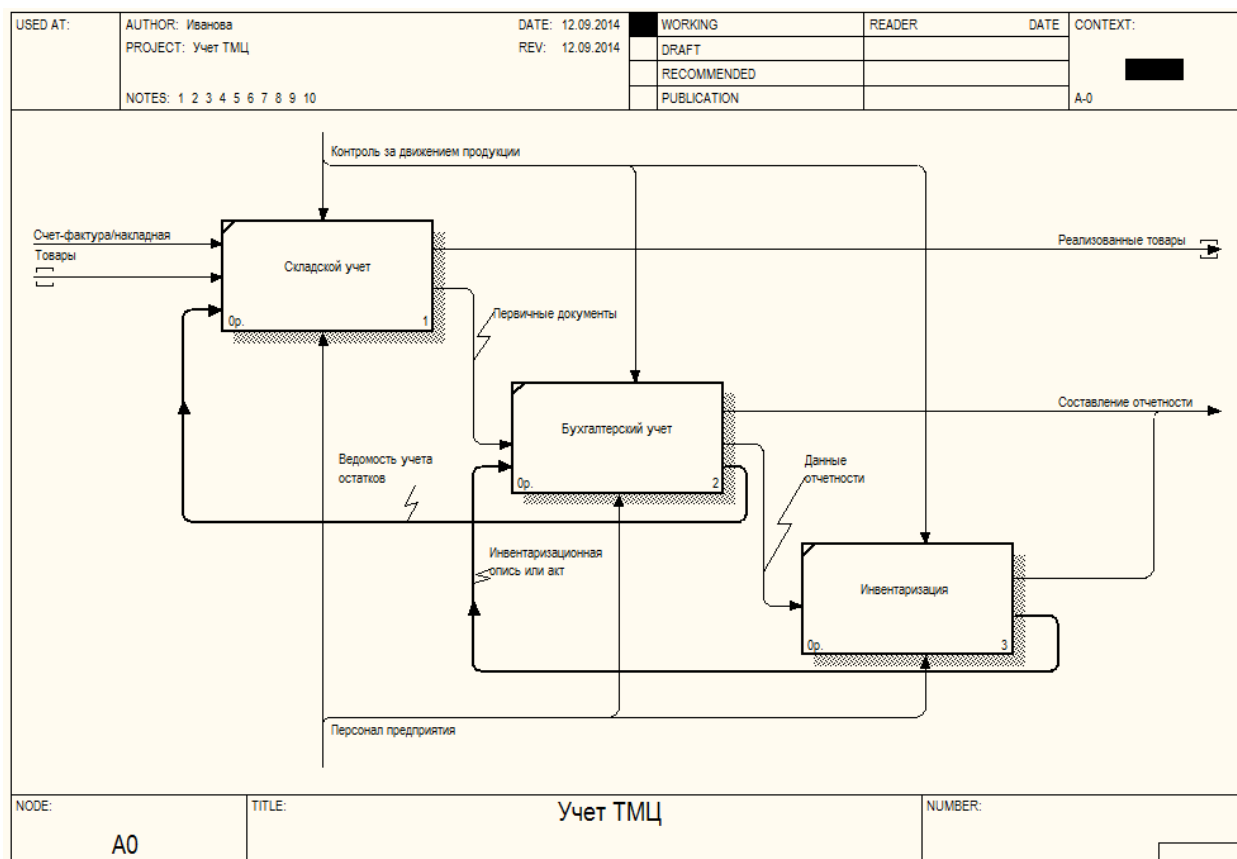

Рис. 34. Диаграмма декомпозиции A0
3. В соответствии с табл. 9, 10 и рис. 34 создайте диаграмму декомпозиции.